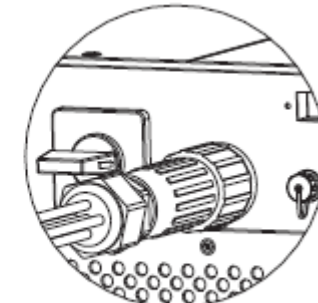

Fig 5.17
- 4) podłącz przewód do inwertera jak na obrazku Fig. 5.17.